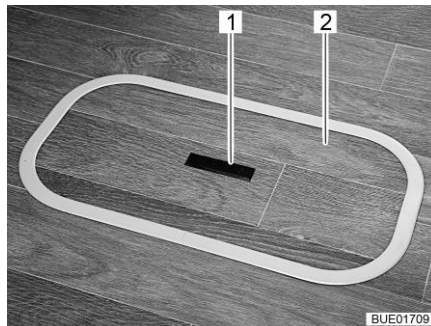
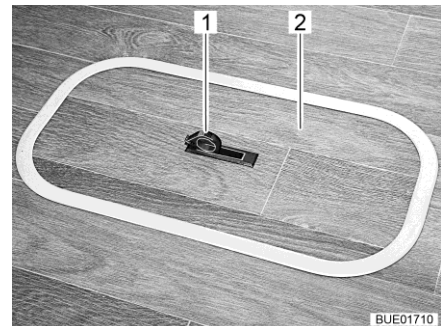

Fig. 90 Cubierta del compartimiento del fondo (tirador hundido)
Fig. 91 Cubierta del compartimiento del fondo (tirador girado hacia fuera)
- Presionar hacia abajo un lado de la placa de agarre (Fig. 90,1). El tirador (Fig. 91,1) girará hacia arriba.
- Quitar la cubierta (Fig. 90,2 ó bien Fig. 91,2) hacia arriba.